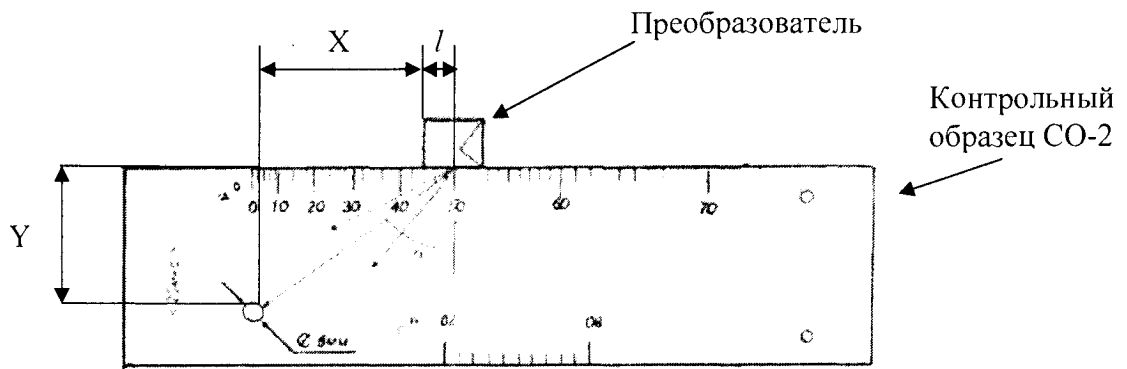

Рисунок 3
5.5.4 Установить наклонный преобразователь, подключенный к электронному блоку дефектоскопа на поверхность контрольного образца СО-2 таким образом, чтобы фактическая точка выхода была у отметки по шкале " α° " контрольного образца, соответствующей номинальному значению угла ввода преобразователя (α_n , градус), указанному в маркировке преобразователя (рисунок 3).